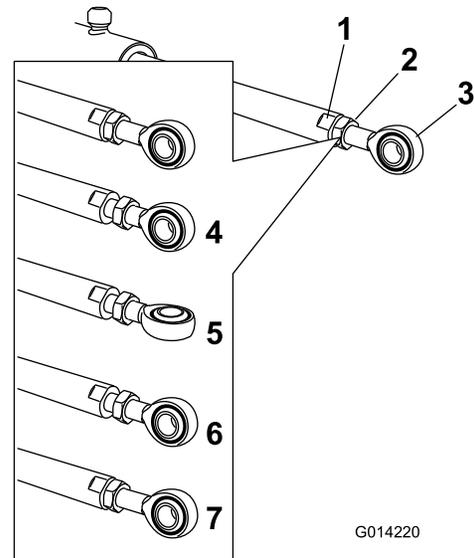

Рисунок 109
5. Удерживая привод неподвижно с помощью ключа, накинутаго на плоские грани штока привода, ослабьте контргайку (Рисунок 109).
6. Поверните конец штока привода, чтобы увеличить или уменьшить длину выдвинутого привода, тем самым установив его в нужное положение (Рисунок 109).